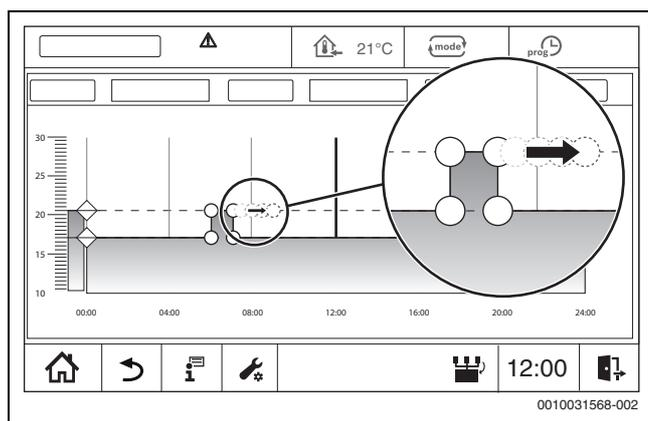

Bild 19 Schaltpunkte verschieben
- ▶ Schaltpunkt (→ Bild 19) antippen, eine Sekunde halten und auf die gewünschte Uhrzeit ziehen.